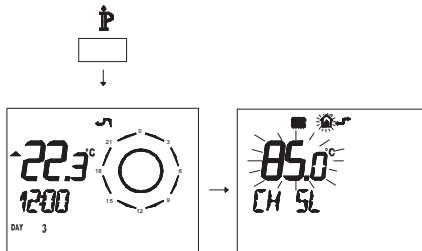

Fig. 5.64
- Premere per più di 3 secondi il pulsante **IP** per entrare in modalità **INFO** (Fig. 5.64).